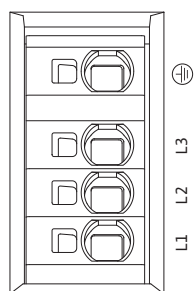

Fig. 30: Bornes de puissance (bornes de raccordement réseau)
- Bornes de puissance (bornes de raccordement réseau) (Fig. 30)